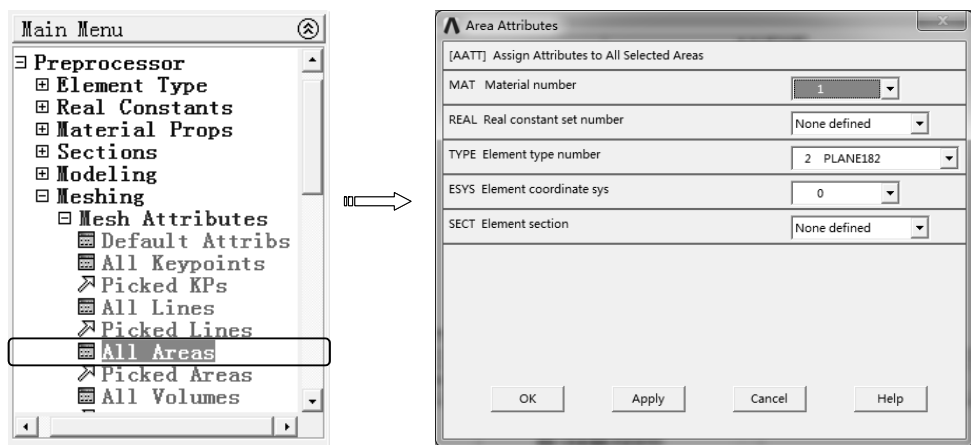

图 7-185 设置面单元类型
2) 选择“Main Menu>Preprocessor>Meshing>Mesh Attributes>All Areas”命令，弹出“Area Attributes”对话框，在“Element type number”下拉列表中选择“2 PLANE182”，单击“OK”按钮完成面单元类型的设置，如图 7-185 所示。